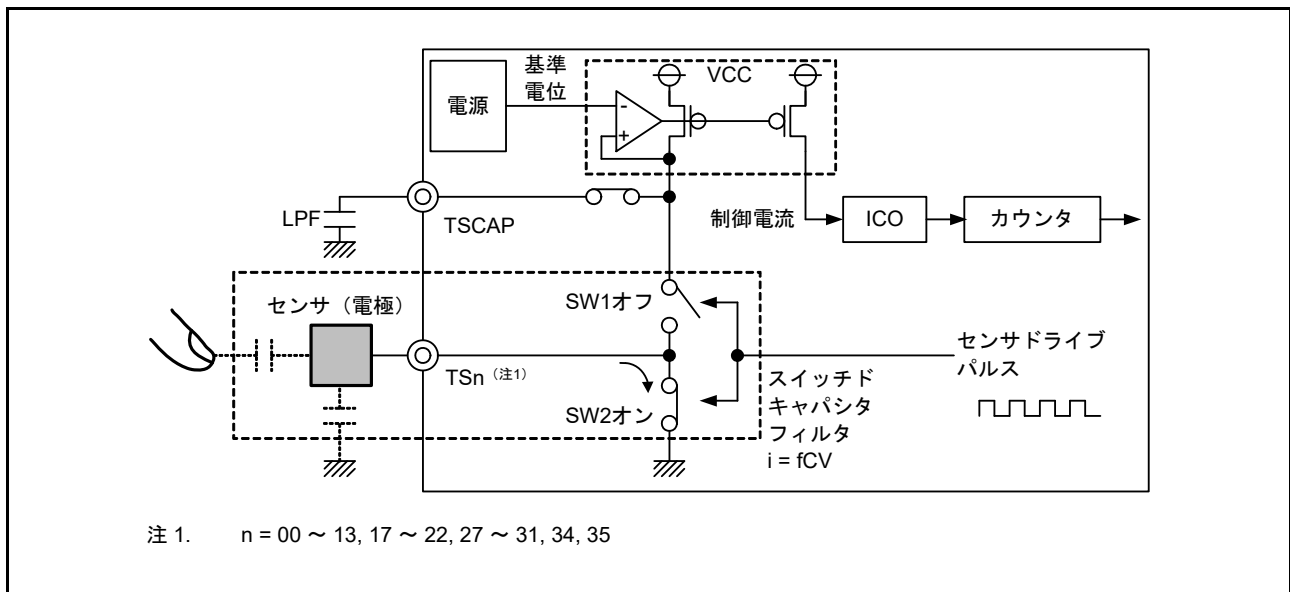

図 44.6 放電動作
2. SW1: OFF、SW2: ON にすることで、充電された容量は放電されます (図 44.6)。